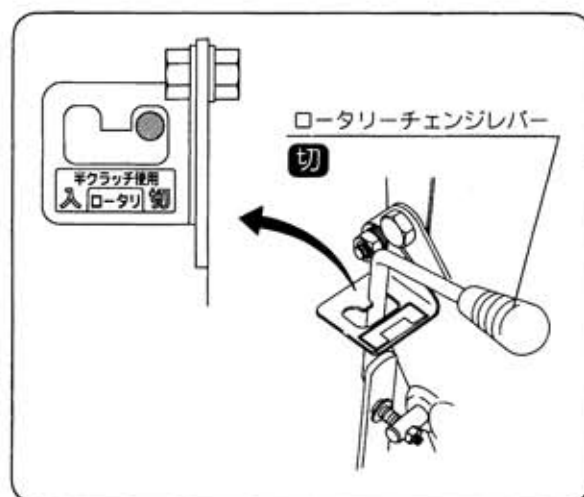

図5
- ② ローターチェンジレバーが「切」位置になっているかを確認してください。(図5)